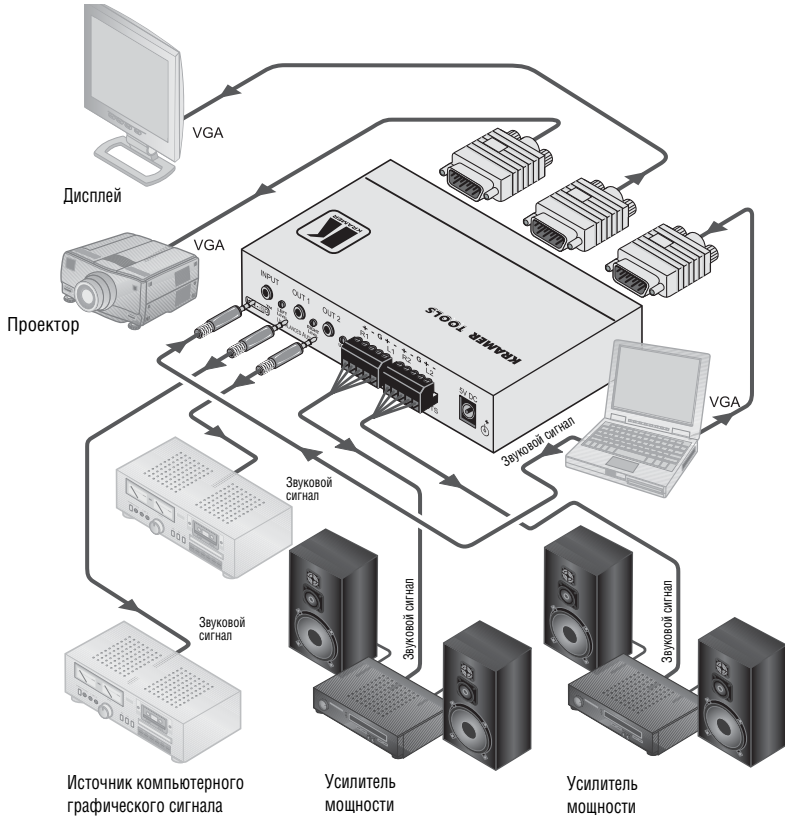

Рис. 2. Подсоединение усилителя-распределителя UXGA/звукового сигнала 1:2 VP-200AK
Чтобы подсоединить **VP-200AK** в соответствии с примером, приведенном на рис. 2, действуйте в следующем порядке (предварительно отключив всю аппаратуру):
6. Подсоедините сетевой адаптер 5 В постоянного тока, а адаптер — к розетке электросети (на рис. 2 не показан).